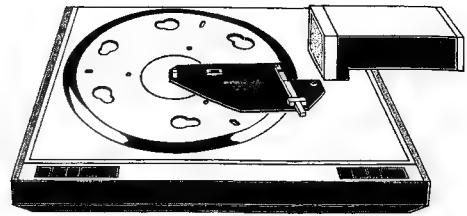

Fig. 4.2
- Einstellehre im Drehzentrum des Plattendellers auf-, sowie im Pinselloch einsetzen (Fig. 4.2).
- Place alignment gauge over the platter's center pin while at the same time inserting the guide pin on its underside into the hole of the stylus brush (fig. 4.2).
- Placez le gabarit au centre du plateau et sur le trou du pinceau (fig. 4.2).